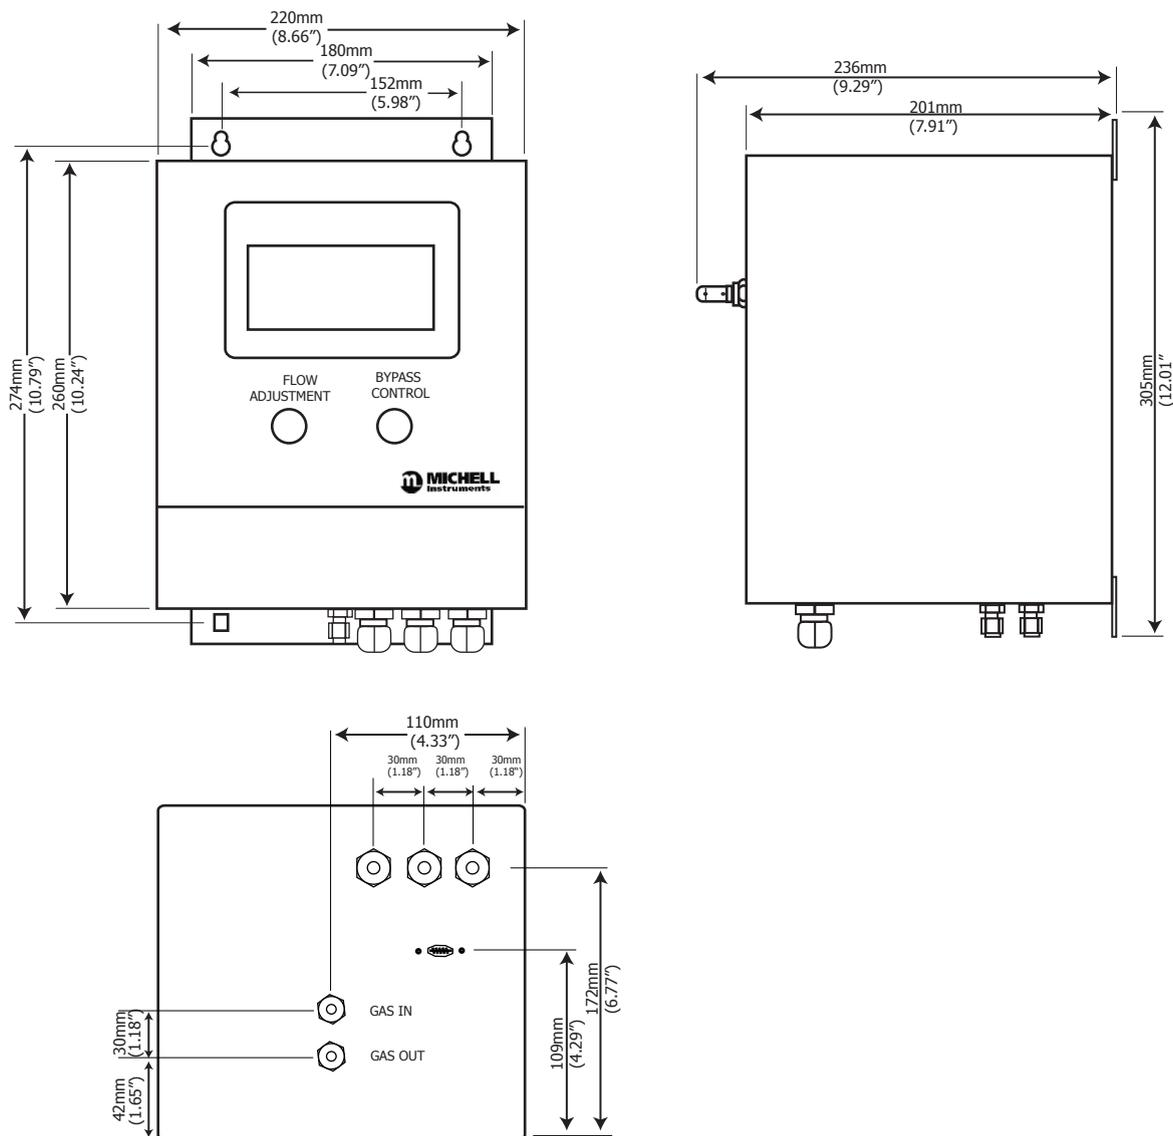

Abb. 8 Abmessungen des XZR400A2
2. Bereiten Sie den Montageort vor, indem Sie 4 Löcher für 6 mm (0,24") Schrauben bohren, entsprechend den Abmessungen in *Abbildung 8*.